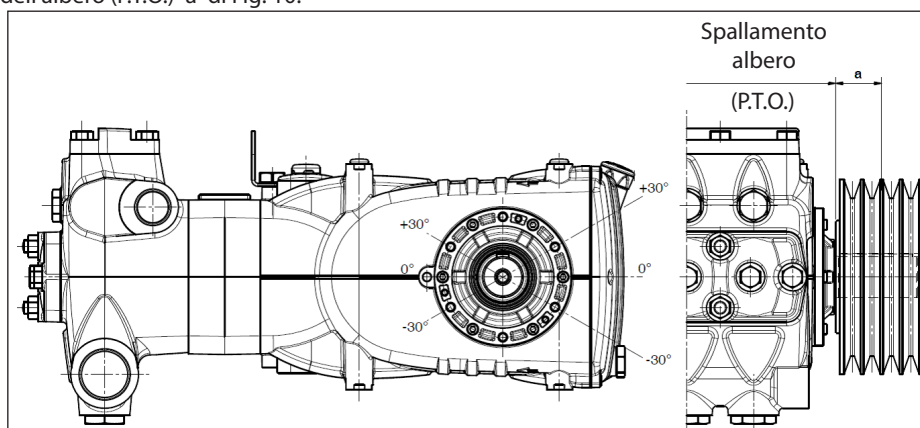

Fig. 10
La trasmissione è considerata adeguata se tale carico è applicato ad una distanza massima **a=40 mm** dallo spallamento dell'albero (P.T.O) come indicato in Fig. 10.
- b) Utilizzare cinghie ad alto rendimento - per esempio **XPB** invece di **SPB** - in quanto risulterà necessaria una quantità inferiore di cinghie a parità di potenza trasmessa ed una conseguente distanza inferiore della risultante rispetto allo spallamento dell'albero (P.T.O.) "a" di Fig. 10.